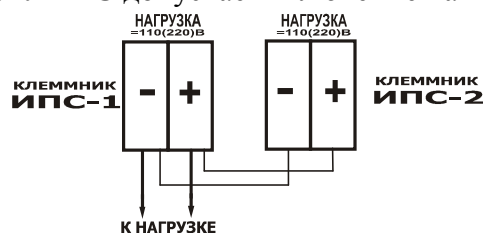

Рис.4
6.7. ИПС допускает включение на параллельную работу (см. рис.4)